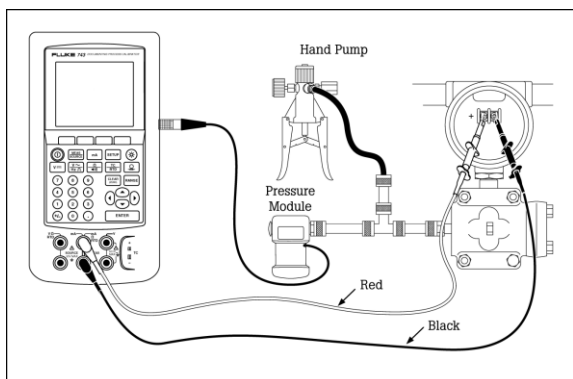

图 20
1、连接压力模块与 F700，将手动压力泵输出与压力模块的 T 型接口连接，并将压力模块与压力电流装置输入端相接（图 20）如果你用差压模块，保证它是 15psi 的压力模块，并连接有“H”标记的输出端。
2、从 F700 中间的两香蕉插口接线至压力 - 电流装置上提供回路电源的输入端。（图 20）